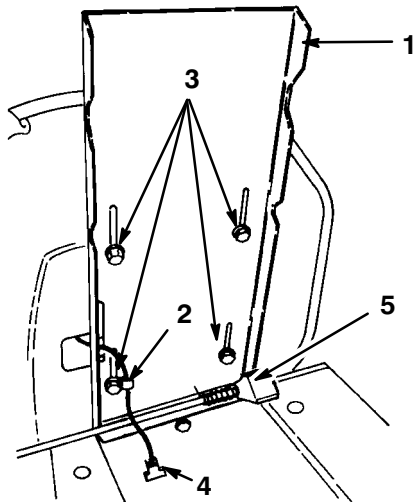

Bild 2
1. Positionieren Sie den Sitz auf dem Sitzunterteil, führen das Sitzschalterkabel durch den Schlitz und fluchten die Befestigungslöcher aus (Bild 2).
2. Schieben Sie die Klemme über den Sitzschalterdraht (Bild 2).
3. Fügen Sie mit Hilfe des linken vorderen Befestigungsschlitzes im Sitzunterteil die Klemme und den Sitz mit einer Schraube (5/16 x 3/4") und einer Scheibe (5/16") (Bild 2) locker zusammen.